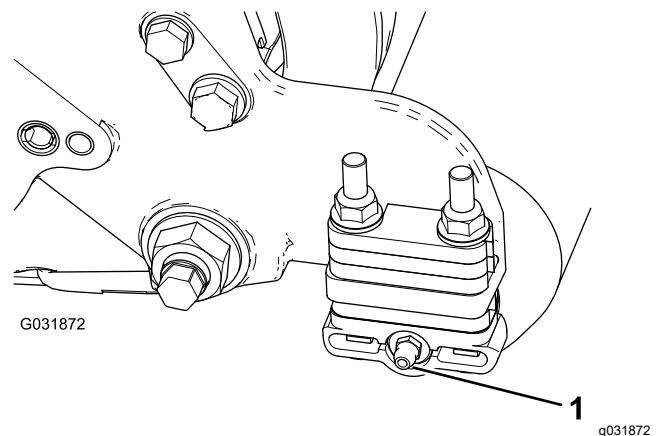

Figura 6
2. Instale o bocal de lubrificação de 90° de forma a que fique virado para trás (Figura 6).